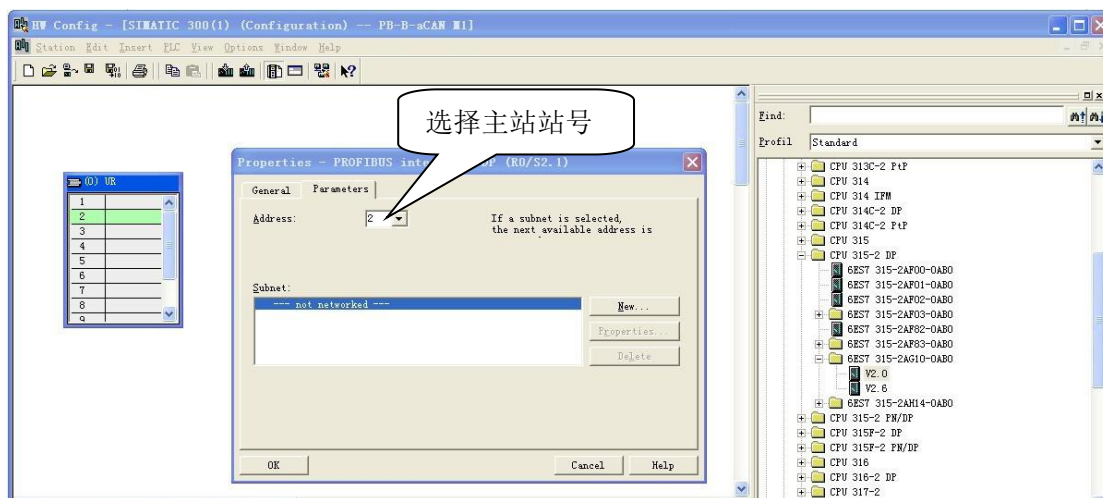

图4-4
- (4) 配置机架：Hardwear Catalog\SIMATIC 300\RACK-300\Rail 双击；
- (5) 配置 CPU：点中机架 UR 2 槽 →Hardwear Catalog\SIMATIC 300\CPU-300\CPU 315 - 2 DP\6ES7315-2AG10-0AB0(本例) 双击，见图 4-4 所示，并选择 PROFIBUS 主站站号。